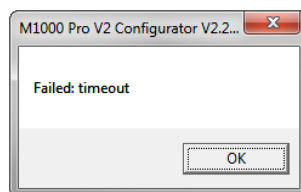

Рисунок 4
8. Если связаться с терминалом «Robustel M1000 Pro V2» не удалось, на экране появится диалоговое окно с сообщением «Failed: Timeout» (рисунок 4). Проверьте соединение между ПК и терминалом. Проверьте правильность выбора COM-порта.